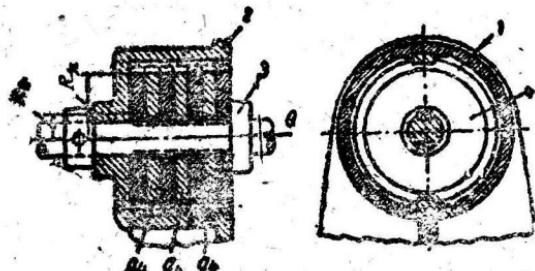

图9 圆盘式制動器
3. 圆盘式制動器：如图 9。这种制動器是由一些鋼制的圆盘組成的，圆盘 1 用滑键同外壳 2 相連接，圆盘 4 用滑键同軸